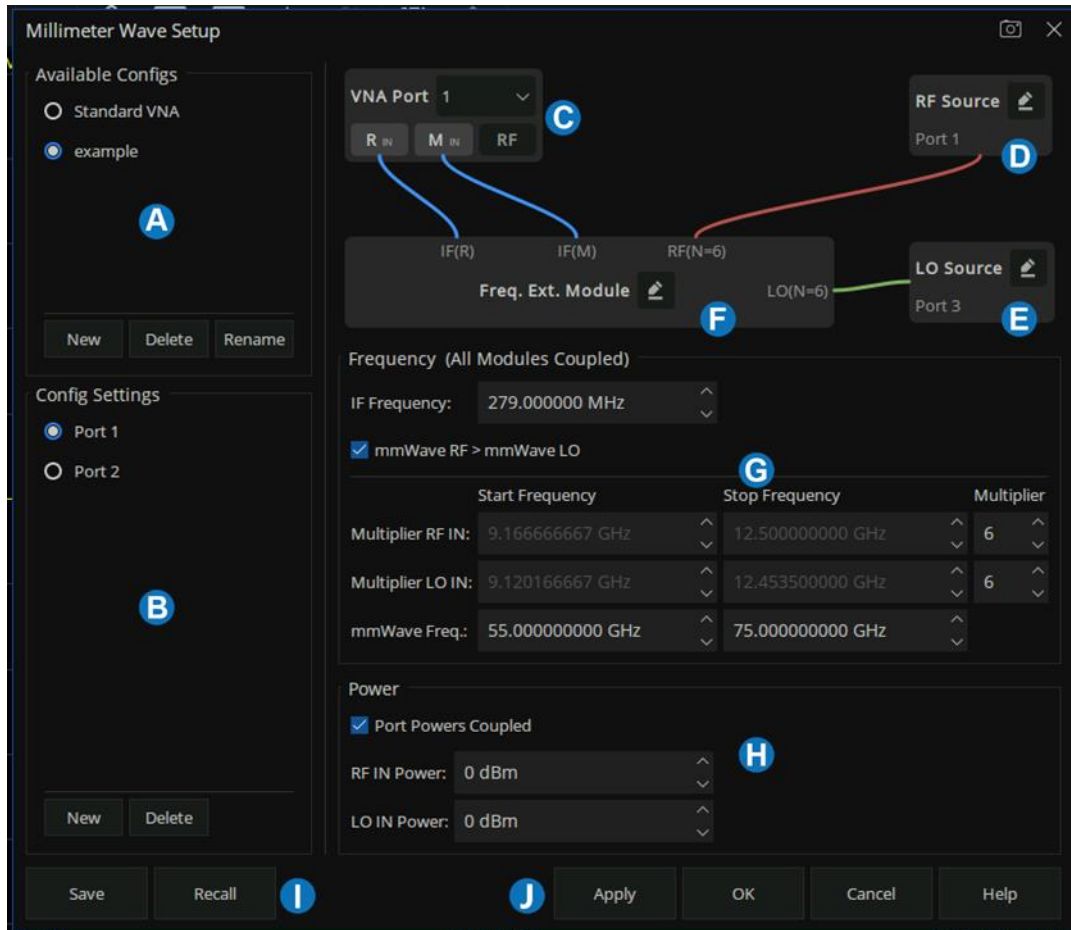

图 3-1 毫米波测试设置界面
2. 点击 **Utility** > **外部设备** > **毫米波...** 进入毫米波测量设置界面，如图 3-1 所示。界面中的各配置项含义如下：